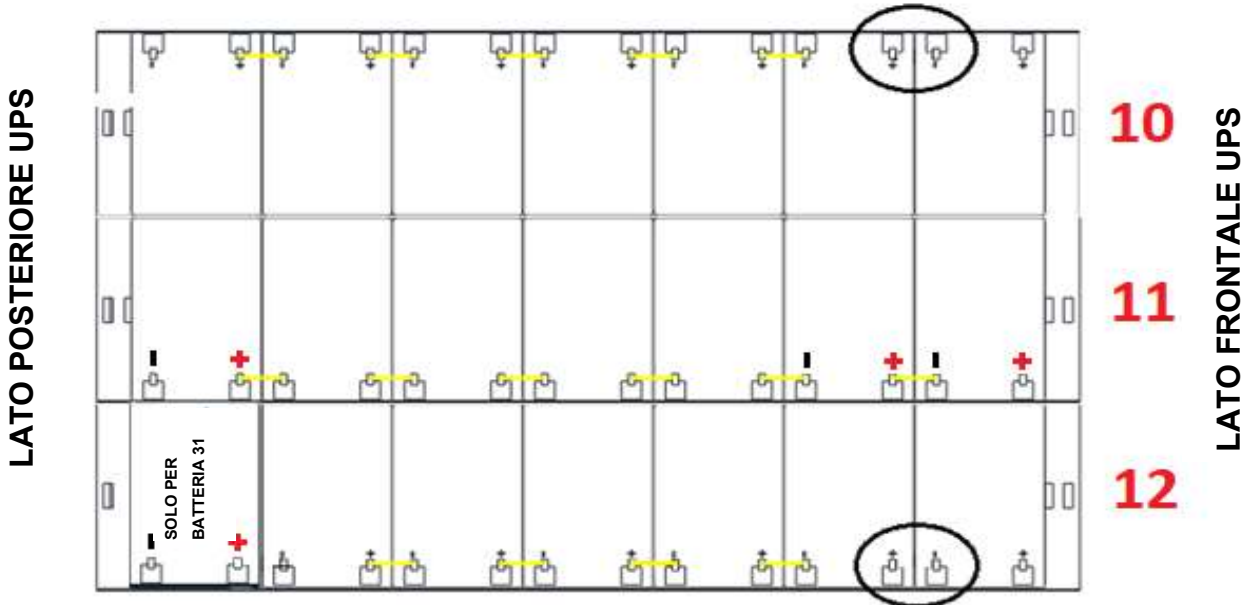

Figura 37 - Vista dall'alto Piano N°4
11) Sul Piano n°4 inserire i cassette n°10-11-12 rispettando la posizione come dimostrato in figura 37.